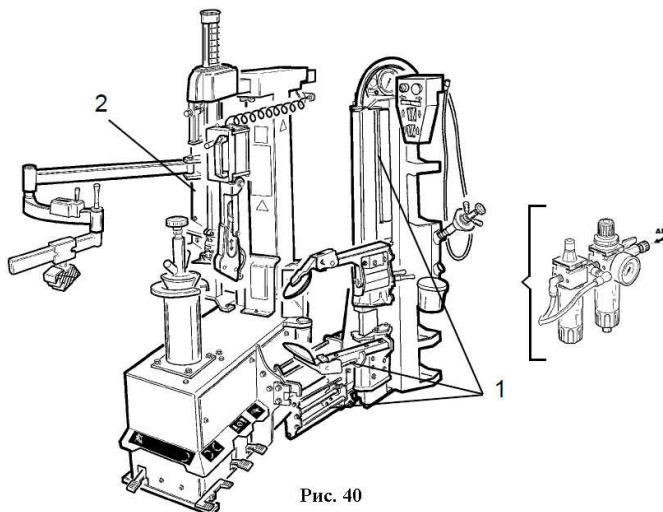

Рис. 40
- On a periodic basis, after cleaning thoroughly with diesel, lubricate the guides of the bead breaking carriage (1) and the guide of the Press Arm (2) (fig. 40).
- Периодически смазывайте, предварительно очищенные дизельным топливом, направляющие устройства отжима борта (1) и направляющую нажимного устройства Press Arm (2) (Рис. 40).